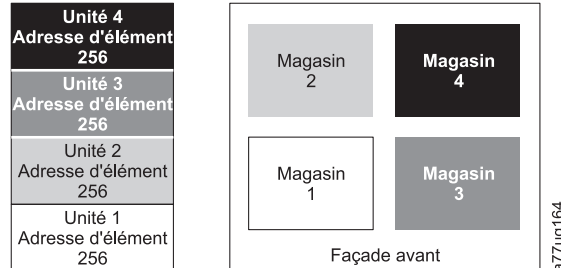

Figure 164. Configuration d'un système à quatre partitions
- Bandothèque logique 1 : Emplacement 1 à 23 4096 (0x1000) à 4118 (0x1016) comme illustré à la figure 164, à la page 230
Lorsque les affectations Adresse d'élément sont configurés avec quatre partitions logiques, elles se présentent comme suit : les affectations DTE s'affichent dans la figure 164.